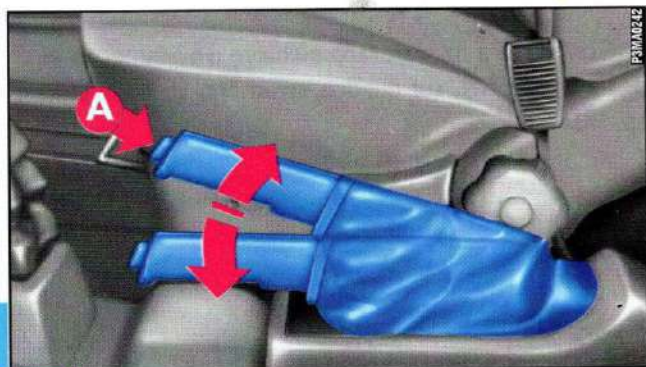

fig. 1
1) Sollevare leggermente la leva e premere il pulsante di sblocco **A**-fig. 1.